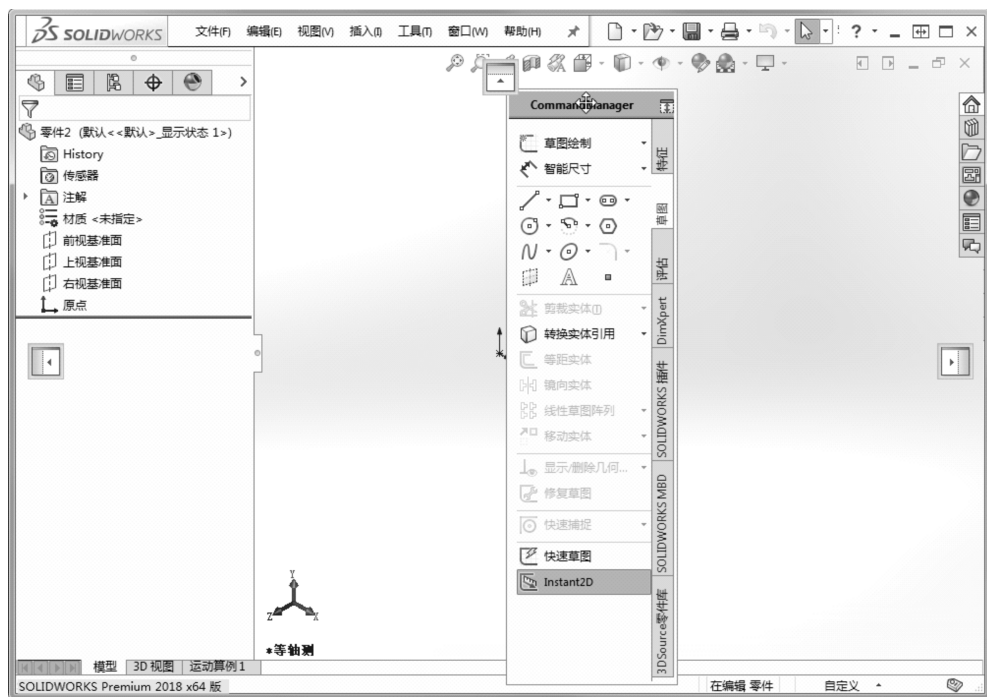

图 1-92 3个极端位置的标志
- 02 根据设计的需要，可以将功能区选项卡放在操作系统窗口中的任何地方，如果要将功能区选项卡放在 SolidWorks 软件界面的最左端、最右端或最上端，只需拖动功能区选项卡到三个相对应的标准位置即可，三个极端位置的标志如图 1-92 所示。